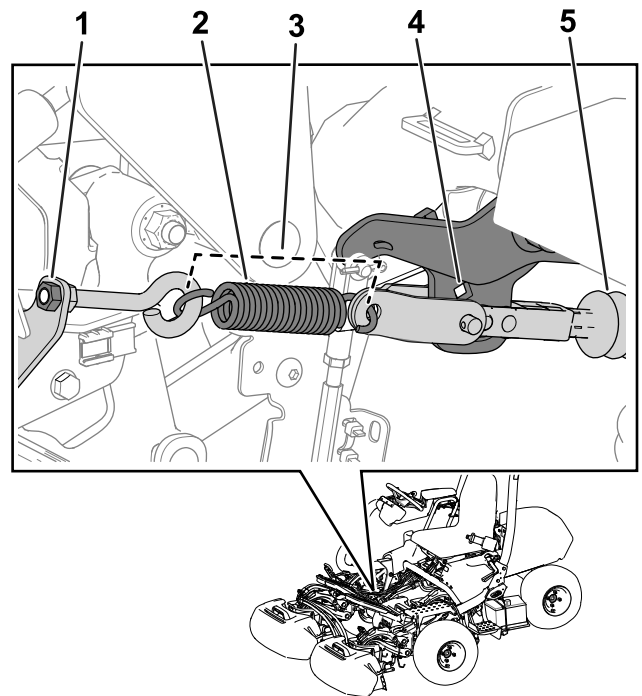

Figure 33
Remarque: Voir la Figure 33 pour cette procédure.
3. Préparez l'opération en serrant l'écrou du boulon à œil afin que le ressort ait une longueur de 11,4 cm quand il est en place (Figure 33).